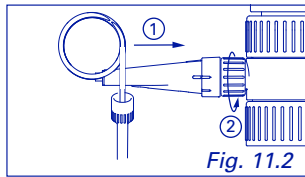

Fig. 11.2
- 2 Montare la prolunga (Fig. 11.2 e 12.2)
- 2 Montar el alargador (Fig. 11.2 y 12.2)
- 2 Encaixar a extensão (Fig. 11.2 e 12.2)